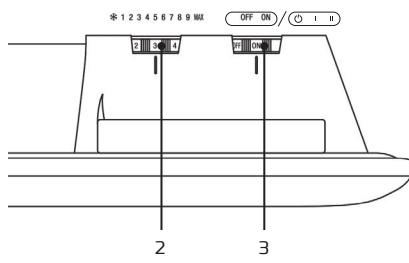
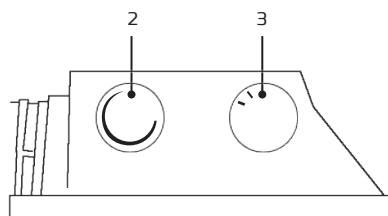

Рис. 7
Рис. 8
- Поверните регулятор (3) для включения прибора [в положение I или ON в зависимости от модели]. Для модели SORENTO Econo – рис. 7, для модели SORENTO Meccanico – рис. 8.
- Поверните регулятор (3) для выбора желаемой мощности обогрева помещения* [I и II].
- Поверните ручку терmostата (2) для выбора температуры нагрева [можно выбрать температуру от 5 до 35 градусов].